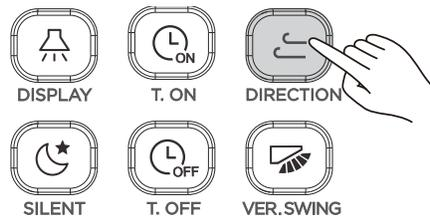

Figura 17
- 3 velocidades de ventilação: A velocidade do ventilador será ajustada como mostrado na Figura 17.
Pressione  para ajustar a direção do difusor vertical (consulte a Figura 17).